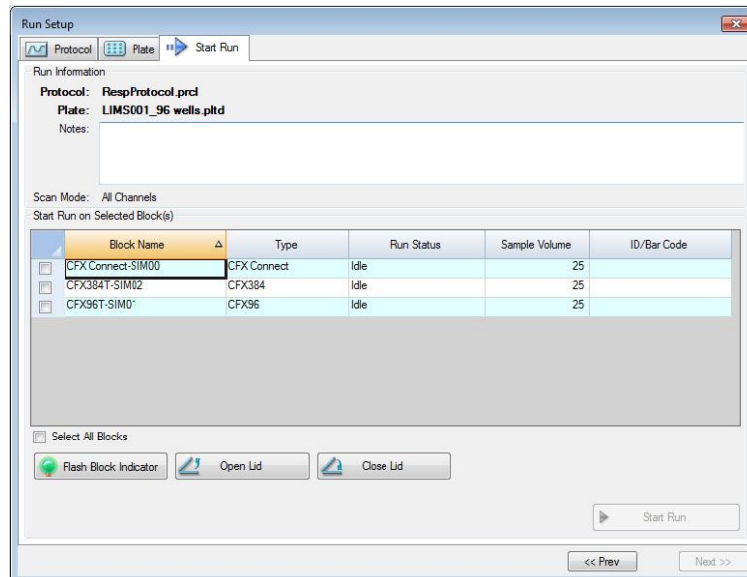

Рис. 103. Окно Run Setup с готовым к запуску протоколом LIMS
- Для запуска эксперимента для выбранного файла LIMS выберите прибор и щелкните на **Start Run** (Рис. 103). Содержимое файла LIMS и связанного с ним файла протокола используется для заполнения полей закладок протокола и планшета.